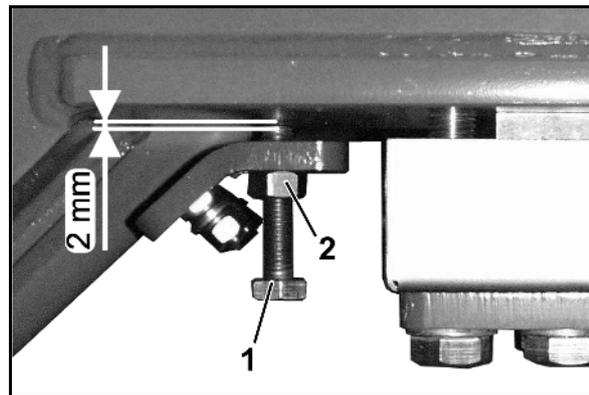

Fig. 54
Der erforderliche Abstand zwischen Begrenzungsschrauben (Fig. 54/1) und Wiegerahmen beträgt 2 mm.
1. Kontermutter (Fig. 54/2) lösen